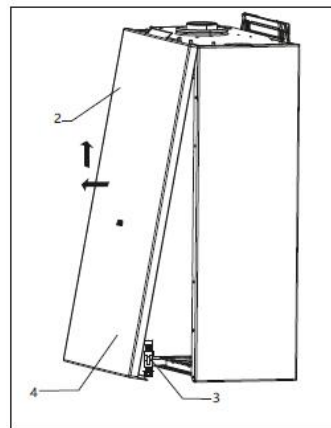

Рис. 14
- для снятия передней крышки потяните ее на себя и вверх, (рис.14)